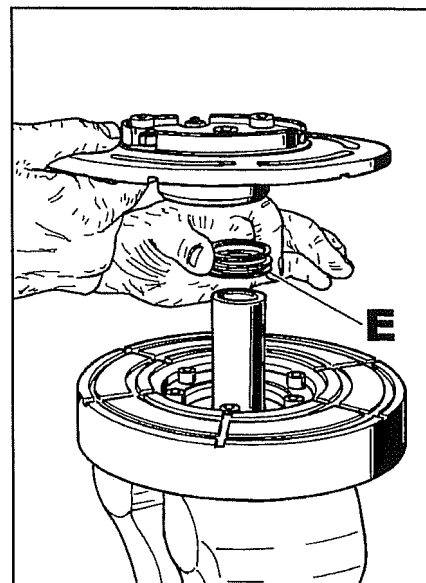
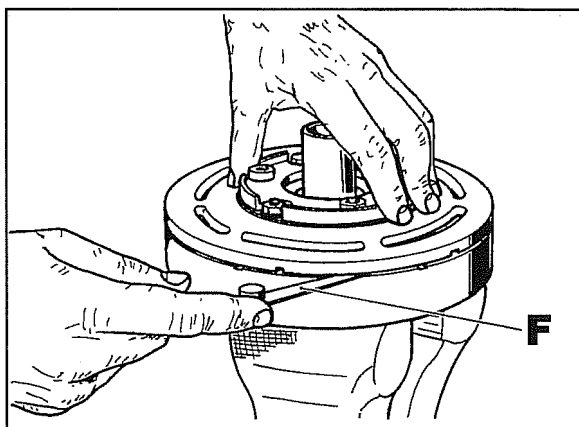

Fig. 15
Fig. 16
- Prendre un tube adapté aux roulements, ensuite réaliser, dans un étau, l'assemblage illustré dans la fig. 15, en utilisant les entretoises **E** démontées précédemment.
- Mesurer la distance entre les deux disques avec une jauge d'épaisseur **F** fig. 16. Cette distance doit être de 0,6 mm, les écarts en plus ou en moins doivent être rattrapés avec les entretoises **E** fig. 15.